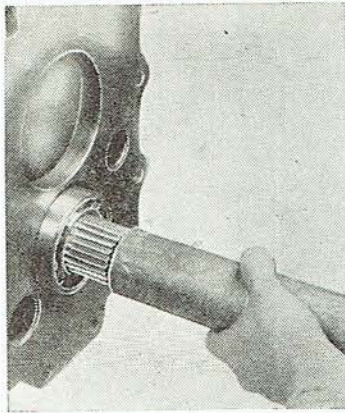

Abb. 124
3. Die Welle mit dem Zahnrad und dem Lager 6210 N (6208, 6310) ist mit Hilfe des Aufschlägers (Abb. 124) in das Lager 6210 (6208 N, 6310 N) einzuschlagen.